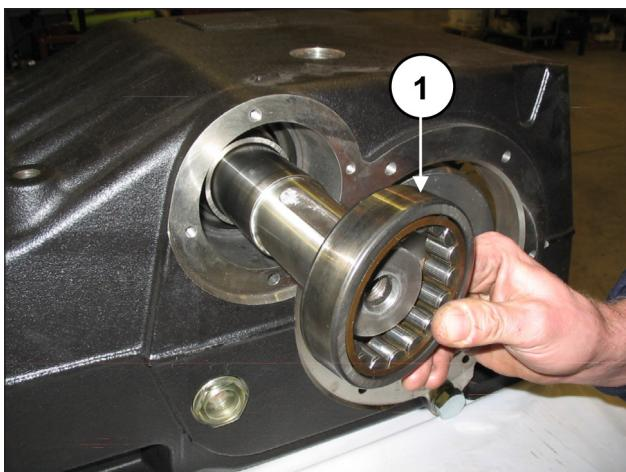

Fig. 58
Sur le côté d'insertion de l'arbre PTO, introduire la douille de lubrification des coussinets (rep. ①, Fig. 57) et une bague extérieure du coussinet (rep. ①, Fig. 58) à l'aide d'un tampon et d'un outil à inertie.